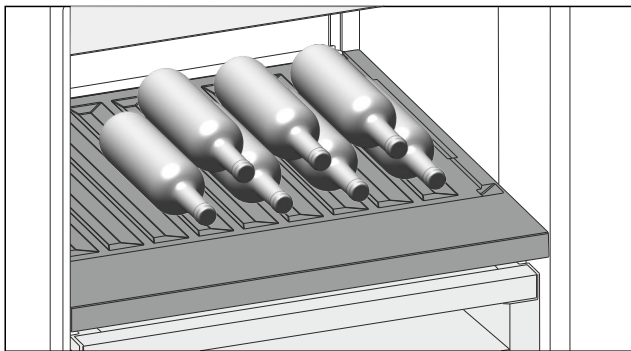

Fig. 125
- ▶ Бутылки укладывайте дном к задней стенке. (см. Fig. 125)